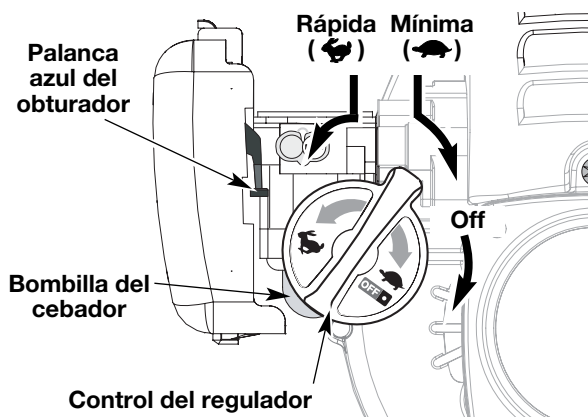
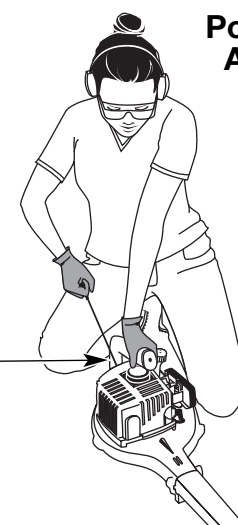

Fig. 2
Fig. 4
**ADVERTENCIA:** Evite los arranques accidentales. Esté en posición de arranque cuando hale la cuerda (Fig. 4).
4. Ponga la unidad en la posición de arranque (Fig. 4). Coloque el control del regulador en la posición de **RÁPIDA** (↶) (Fig. 2).
1. Para apagar el soplador, mueva la palanca de control del regulador todo hacia la derecha, más allá de la posición de baja en vacío (↷) hasta que sienta un clic. Cerciérese de mover la palanca hasta el retén de la extrema derecha para apagar la unidad (Fig. 2).